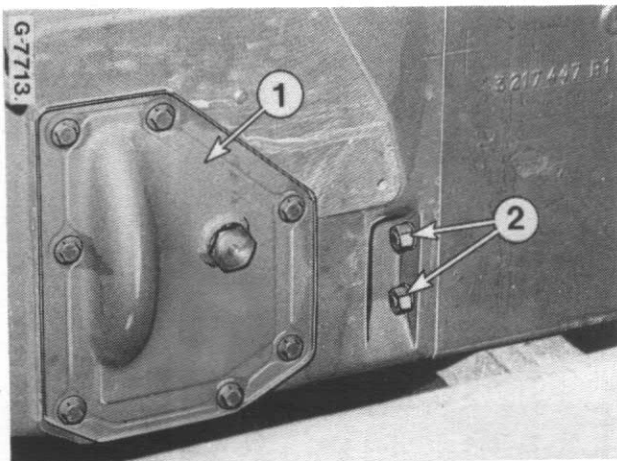

Figure 67
Retirez le couvercle latéral (1, Fig. 67). Déposez tous les écrous de maintien (2) et les boulons reliant le carter de transmission au carter d'embrayage.